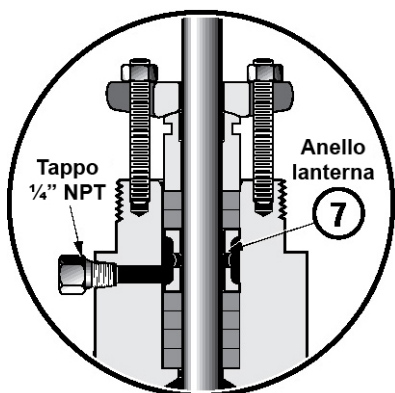

Figura 5 - Collegamento per sistema di lubrificazione (Opzionale)
- J. Laddove fosse installato un collegamento per rivelatore perdite, collegarlo alla porta laterale NPT nel cappello. Altrimenti, assicurarsi che il tappo 1/4" NPT rimanga montato (Figura 5).